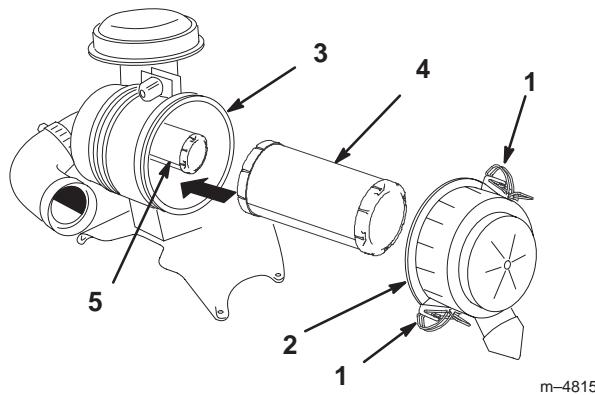

Figure 35
2. Ouvrez les dispositifs de verrouillage du filtre et ôtez le couvercle du corps du filtre (Fig. 35).
4. Sortez l'élément primaire du corps du filtre avec précaution (Fig. 35). Évitez de cogner l'élément à l'intérieur du corps.
2. Si vous remplacez l'élément de sécurité, insérez-le avec précaution dans le corps du filtre (Fig. 35).
3. Installez ensuite l'élément primaire sur l'élément de sécurité avec les mêmes précautions (Fig. 35). Assurez-vous qu'il est bien engagé en appuyant sur le rebord extérieur de l'élément que vous installez.
4. Reposez le couvercle, le côté portant l'inscription UP étant tourné vers le haut, et verrouillez les fixations (Fig. 35).